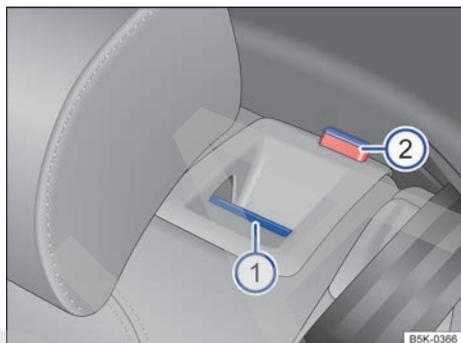

Fig. 79 En el respaldo del asiento trasero: tecla de desbloqueo 1; marca roja 2.
- Tire de la tecla de desbloqueo → fig. 79 1 hacia delante y, al mismo tiempo, abata el respaldo hacia delante.